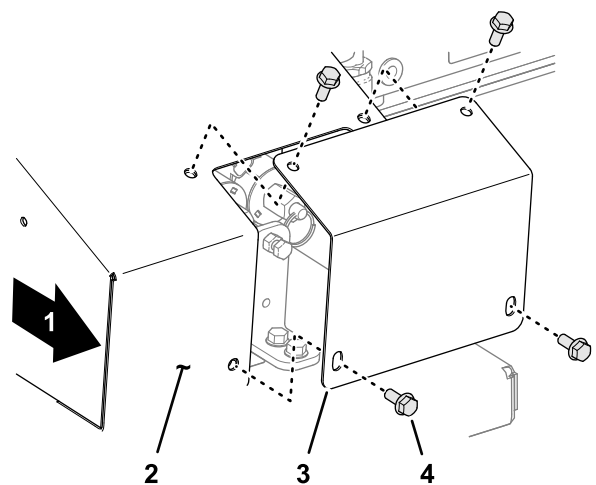

Figura 32
1. No lado direito da máquina, remova os quatro parafusos de cabeça flangeada que prendem a placa de cobertura à cobertura de substituição (Figura 32).